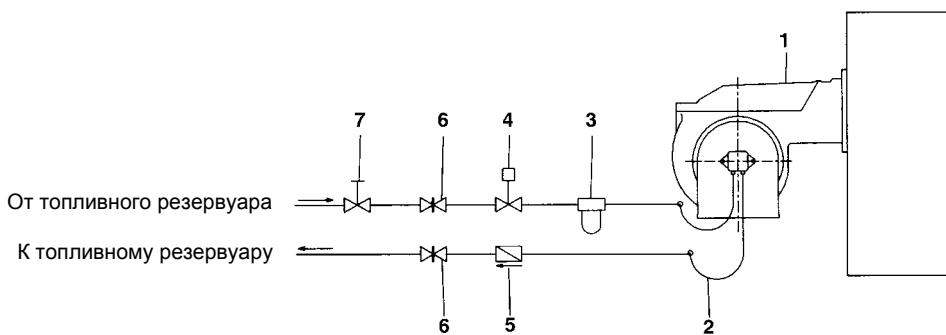

Рис. 21
**ПРИМЕЧАНИЕ** В системах с гравитационной подачей или с кольцевым контуром, установить автоматическое отсечное устройство (см. № 4-Рис. 21).